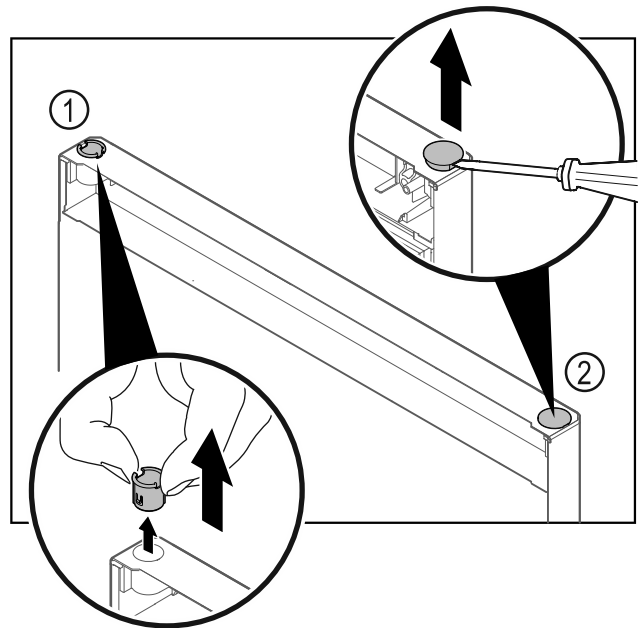

Fig. 34 Fagyasztórész ajtaja
- ▶ Húzza ki az ujjával a csuklópánt-perselyt Fig. 34 (1).
- ▶ A fedődugót Fig. 34 (2) egy csavarhúzóval óvatosan emelje meg és húzza ki.